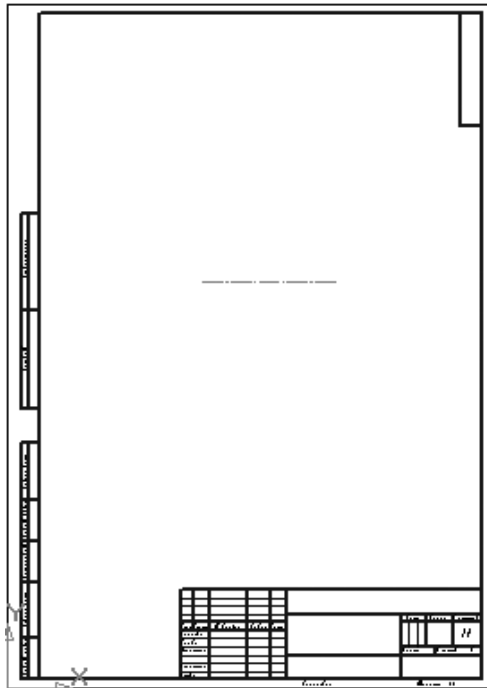

Рис. 4.10. Результат построения осевой линии ролика
- введите в выделенное первое поле с клавиатуры значение координаты начальной точки осевой линии по оси X – (120);
- введите в выделенное второе поле с клавиатуры значение координаты начальной точки осевой линии по оси Y – (250) и нажмите клавишу **Enter** для фиксации ввода координат начальной точки осевой линии – (120, 250);
- введите в поле **Угол** значение  $0^\circ$ , а затем нажмите клавишу **Enter**. Построится осевая горизонтальная линия ролика (рис. 4.10).